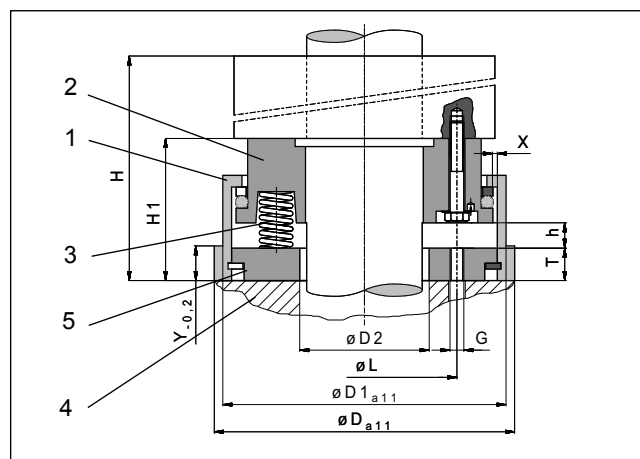

Abb. 2: Abmessungen Federsockel für Absturzsicherungen KRP 100 und K 100 bis K 140
Das Gehäuse (1), *Abb. 2* ist über die Flanschplatte (5), *Abb. 2* fest mit dem Maschinengestell (4), *Abb. 2* verbunden.
Die Bodenplatte (2), *Abb. 2* trägt die Absturzsicherung und ist fest mit ihr verbunden.
Die Federn (3), *Abb. 2* drücken die gelöste und unbelastete Absturzsicherung über die Bodenplatte (2), *Abb. 2* nach oben an den Anschlag.
Die Bodenplatte (2), *Abb. 2* kann sich sowohl vertikal (um den Hub h) als auch horizontal (um das Radialspiel von X mm) zum Maschinengestell (4), *Abb. 2* bewegen.